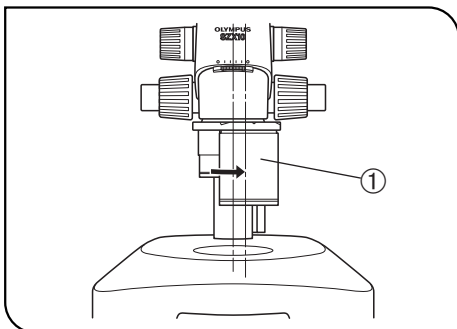

Fig. 30
1. Vrid det utvalda objektivet ① medurs (15°) till klickpositionen för fotografiska strålgången. (Fig. 30)